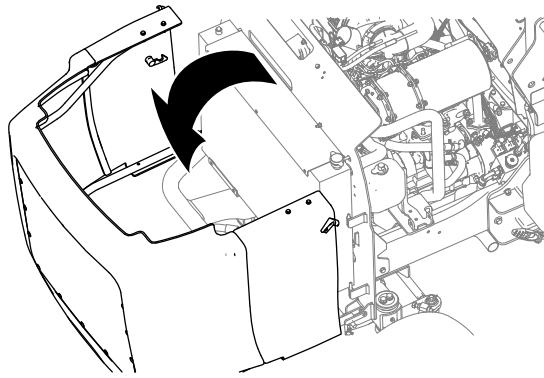

Figura 64
5. Desenganche y abra el capó (Figura 64).